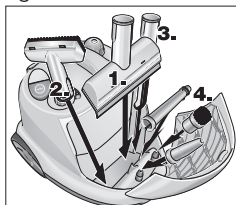

Fig. 9: Rum til tilbehør
- Læg hånddyse, vinduesdyse, punktstråledyse og smådele i rummet til tilbehør (se fig. 9).